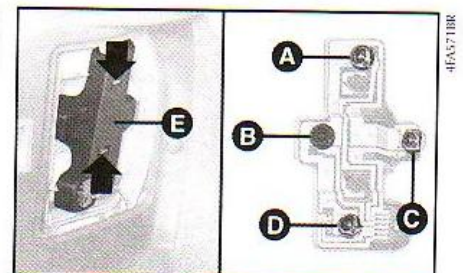

fig. 31
2) Retirar o porta-lâmpadas **E**-fig. 31 apertando os dois botões de fixação.
As lâmpadas são do tipo: fig. 31